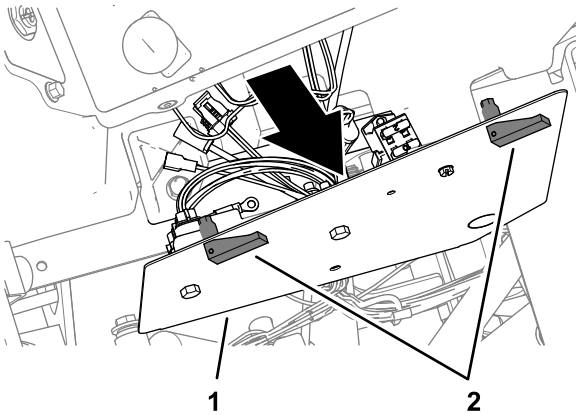

図 12
1. コントロールパネルのカバーのラッチを外す 図 12。
2. 車両のワイヤハーネスにアクセスできる程度まで、注意深くパネルを内側にずらす 図 12。